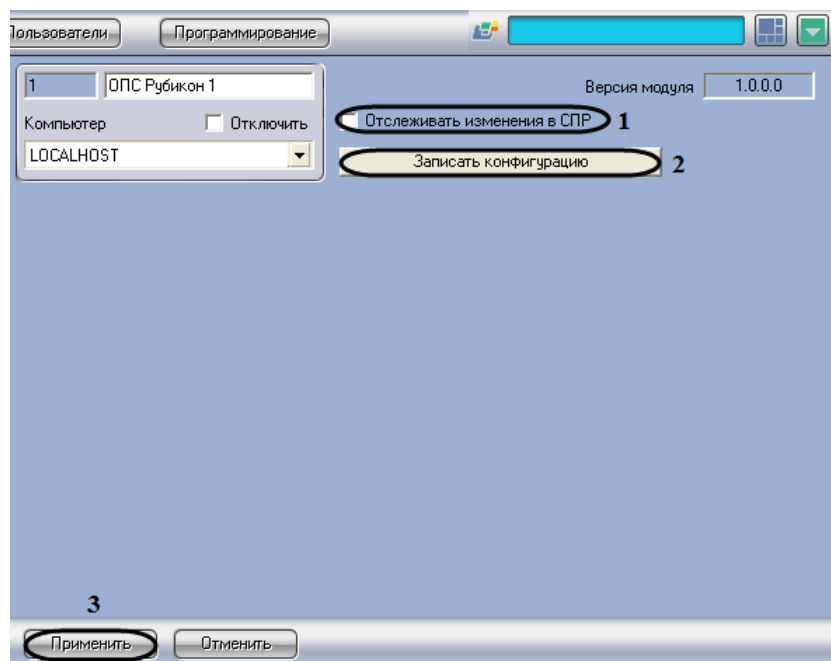

Рис. 3.10—1 Пересылка конфигурации во все устройства ОПС Рубикон
1. Перейти на панель настроек объекта *ОПС Рубикон* (Рис. 3.10—1).
2. Установить флажок **Отслеживать изменения в СПР** для автоматической отправки изменений пользователей, временных зон и уровней доступа в устройства *ОПС Рубикон* (см. Рис. 3.10—1, **1**).
3. Нажать кнопку **Записать конфигурацию** для записи в устройства *ОПС Рубикон* настроек, произведенных при помощи ПК *ACFA Intellect* (см. Рис. 3.10—1, **2**).
4. Для сохранения изменений необходимо нажать кнопку **Применить** (см. Рис. 3.10—1, **3**).